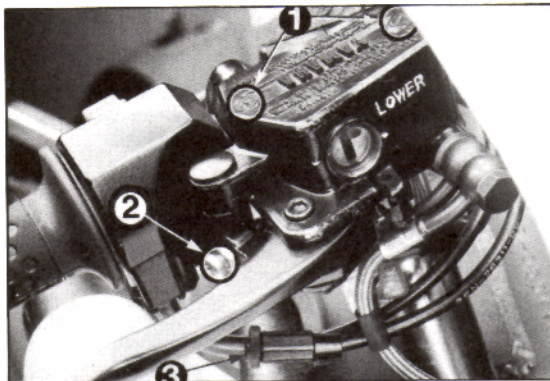

Bild 55
- Pegelstand bis zur MAX- oder UPPER-Markierung (oberer Pegel) auffüllen. Behälter/Hinterradbremse siehe Bild 55. Nur Bremsflüssigkeit der Qualität DOT 3 oder DOT 4 verwenden! Da sich Bremsflüssigkeit hygroskopisch verhält, also Wasser anzieht, Behälter immer gut verschliessen. Keinesfalls dürfen Verunreinigungen, Schmutz oder Wasser in den Behälter gelangen.